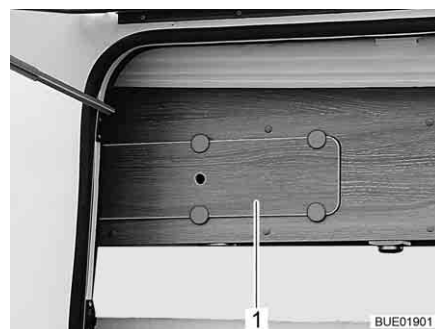

Fig. 153 Couvercle sur le meuble haut
- Retirer le couvercle (Fig. 153,1).